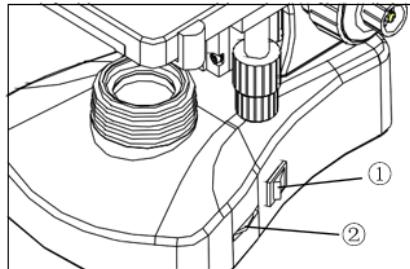

Fig.16
3.2.1 Ajuste del brillo (Fig.16)